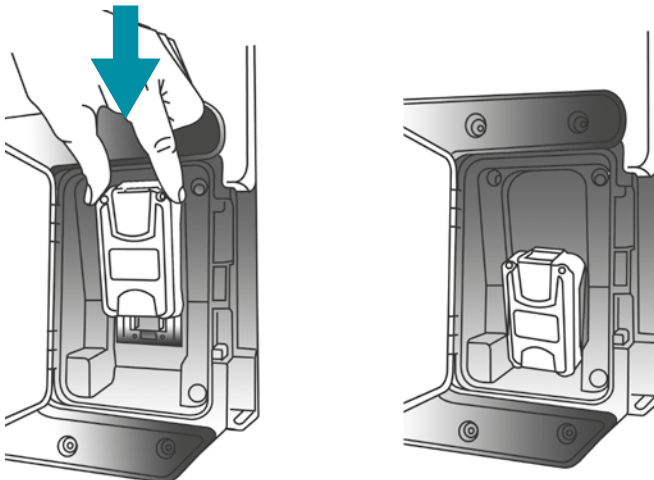

Fig. 2
- Insérez le pack la batterie réf. 9030 dans son logement, pour cela on devra ouvrir le registre situé dans la partie postérieure du pulvérisateur et l'insérer dans la position correcte jusqu'à ce que le levier de blocage / de déblocage reste bloqué (voir fig. 2).